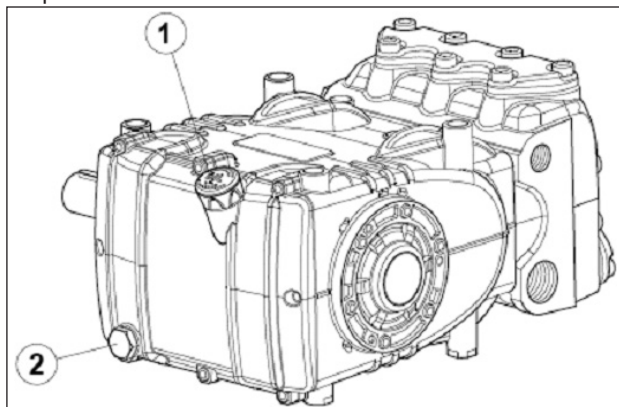

Fig. 3
Avec la jauge de niveau d'huile rep. ①, Fig. 3.
Le contrôle correct du niveau d'huile doit s'effectuer avec la pompe à température ambiante, alors que la vidange de l'huile se fait avec la pompe à la température de fonctionnement en retirant d'abord la jauge d'huile rep. ①, puis le bouchon rep. ②, Fig. 3.
Installer le système de manière à ne jamais dépasser une température de l'huile de **100 °C** (212 °F) pendant le fonctionnement de la pompe. Utiliser une sonde de température à introduire à l'intérieur du bouchon de vidange rep. ② Fig. 3. Voir manuel « PROTECTION ANTIDÉFLAGRANTE ATEX ».